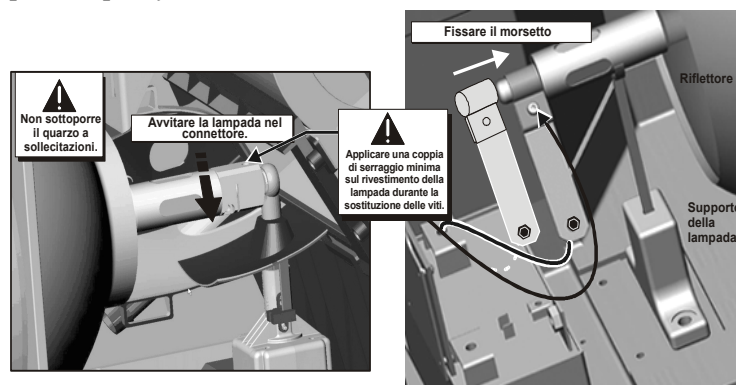

Figura 4-2 Installare la nuova lampada
- e. Stringere le viti di fissaggio sui connettori negativo e positivo. Vedere **Figura 4-2. Importante!** *Un contatto elettrico corretto previene la resistenza nei connettori della lampada. Attenzione! 1)* *Maneggiare la lampada toccando esclusivamente le estremità di catodo/anodo, mai il vetro. NON serrare eccessivamente. NON applicare alcun tipo di sollecitazione al bulbo di vetro. 2)* *Controllare i conduttori. Assicurarsi che il conduttore dell'anodo (+), tra la lampada e il dispositivo di accensione, sia distante dai componenti metallici del proiettore, come il riflettore o la paratia parafiamma.*